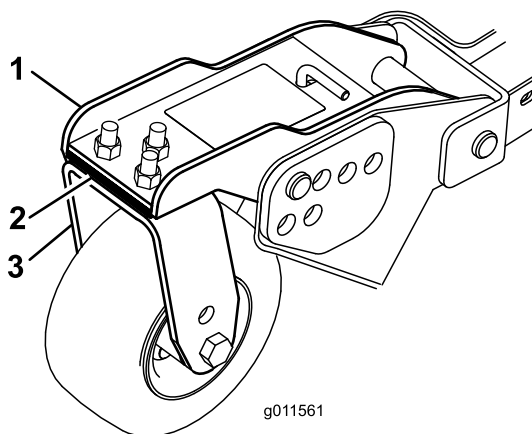

Figure 35
3. Si le bord intérieur du plateau de coupe latéral est trop élevé par rapport au bord extérieur du plateau de coupe avant, retirez une cale au bas du bras de la roue pivotante intérieure avant du plateau latéral (Figure 35).
Tournez la lame sur chaque axe pour la diriger dans le sens longitudinal. Mesurez et notez la distance entre le sol et la pointe avant du tranchant. Ajoutez ou retirez des cales sur le ou les bras de roue pivotante avant pour faire correspondre la hauteur de coupe à celle indiquée sur l'autocollant (Figure 35). Pour l'axe de la lame extérieure seulement, voir Réglage de l'inclinaison du plateau de coupe avant \(page 78\).